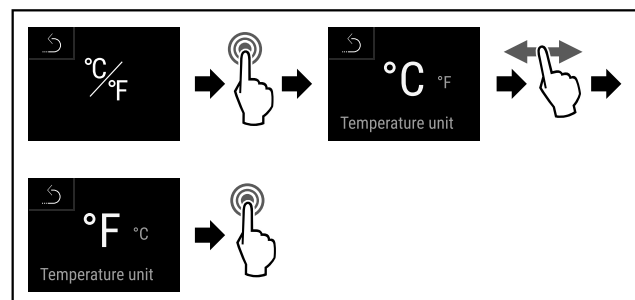

Fig. 90
- ▶ Wykonać czynności (patrz Fig. 90).